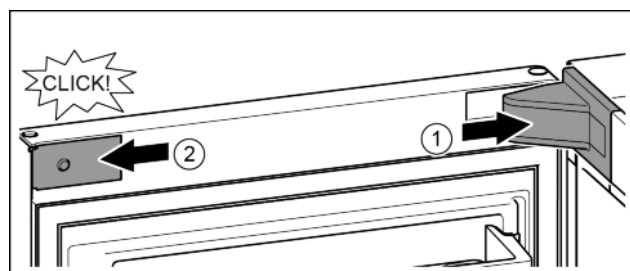

Fig. 24
- ▶ Крышку опорного кронштейна установить и зафиксировать, при необходимости, осторожно разжать. Fig. 24 (1)
- ▶ Установить сбоку накладку и зафиксировать. Fig. 24 (2)